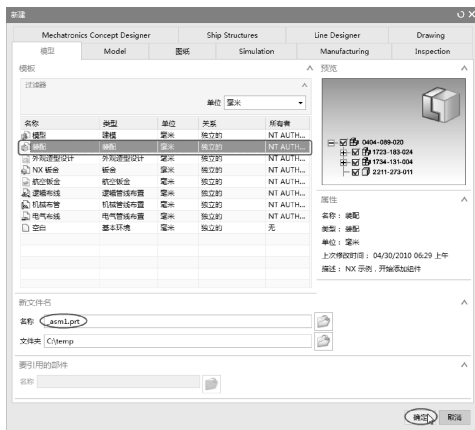

图7-3 选择装配模板以创建装配文件
- 01 单击【新建】按钮，弹出【新建】对话框。在此对话框中选择【装配】模板，并在【名称】文本框内输入新文件名【assembly - 1. prt】，单击【确定】按钮，完成装配文件的创建，如图7-3所示。